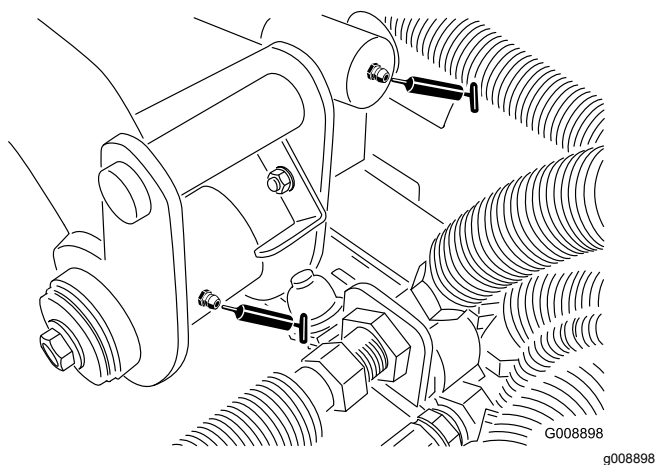

Figura 41
- Perno del braccio di sollevamento posteriore e cilindro di sollevamento (2) (Figura 41)